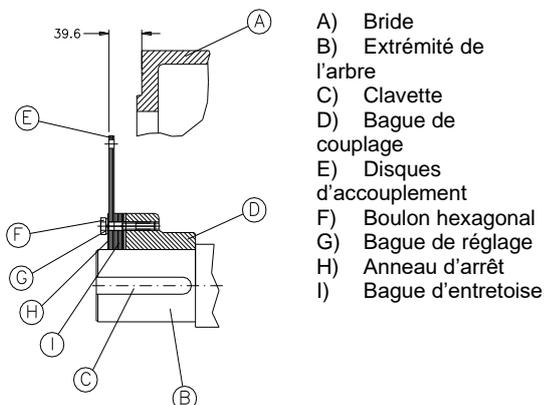

Figure 4.13 : Procédure de changement de la mesure G
Pour ce faire, il suffit de retirer ou d'ajouter des **bagues d'entretoise (I)**, comme indiqué dans la Figure 4.13.